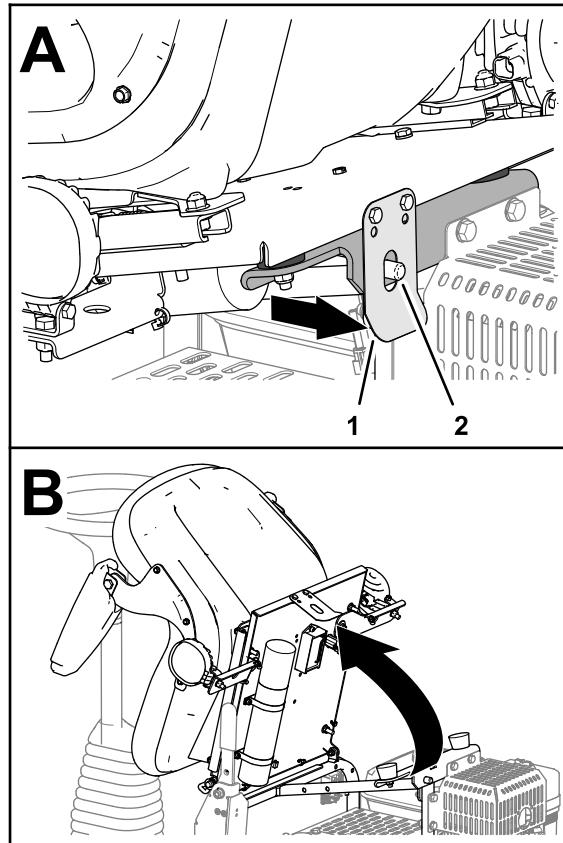

Figura 24
1. Tirate indietro il fermo del sedile fino a quando non supera il perno di fermo del sedile (Figura 24).
2. Inclinate il sedile in avanti (Figura 24).